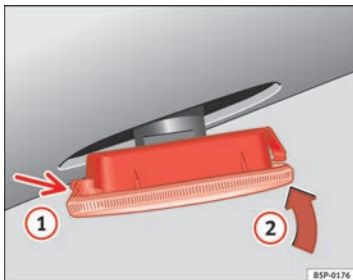

Abb. 238 Seitlicher Blinker
⇒ Seite 301, Abb. 238, Pfeil ①.
- Setzen Sie die Lampe in Pfeilrichtung ② ⇒ Seite 301, Abb. 238 ein. ■